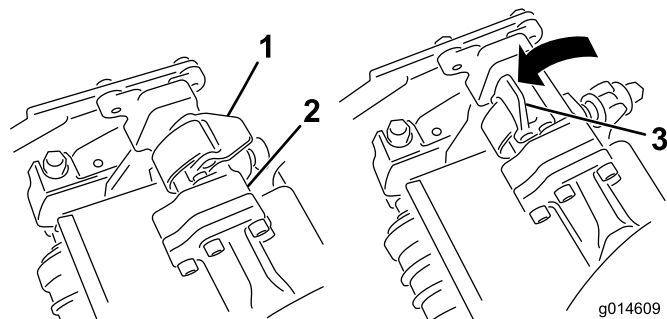

図 11
5. サスペンションアームのバーについているラッチを上向き（開いた状態）にして（図 11）、サスペンションアームを押し下げて、バーを、カッティングユニットのバーの上に被せるようにする（図 12）。
6. ラッチを下げて閉じるとカuttingユニットのバーがロックされてユニットがアームにセットされる（図 11）。